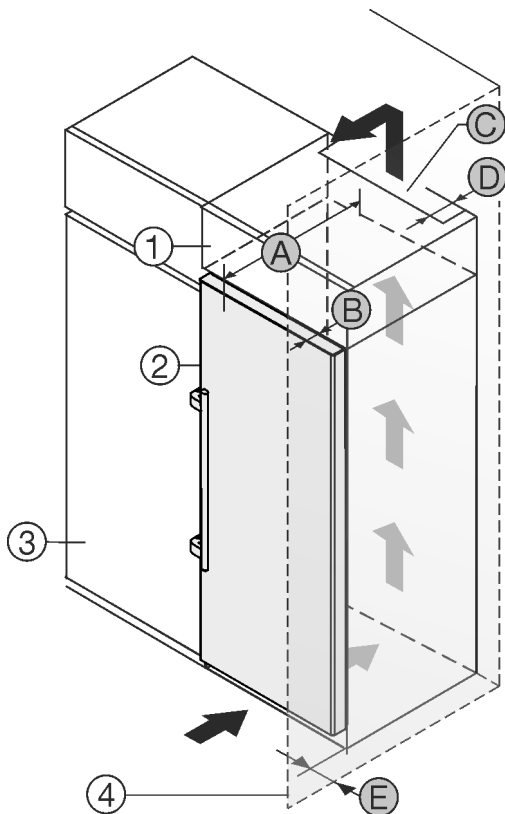

Fig. 2
- (1) Överskåp*
- (2) Skåp*
- (3) KÖKSSKÅP*
- (4) VÄGG*
- (A) Skåpets djup*
- (B) Dörrens djup*
- (C) Ventilationsarea*
- (D) Avstånd, skåpets baksida*
- (E) Avstånd till skåpets sida*
Du kan ställa apparaten direkt bredvid köksskåpet Fig. 2 (3).
Bakom överskåpet måste det finnas en luftspalt med djupet Fig. 2 (D) längs hela överskåpets bredd.*
Under taket måste angiven ventilationsprofil Fig. 2 (C) följas.*
Om du placerar apparaten med gångjärnen bredvid en vägg Fig. 2 (4) måste avståndet mellan apparaten och väggen vara minst 57 mm. Detta motsvarar hur mycket handtaget sticker ut med öppna dörren.*
För att dörren ska kunna öppnas helt måste apparaten sticka ut från köksskåpets front med samma mått som dörrens djup Fig. 2 (B). Beroende på köksskåpens Fig. 2 (3) djup och om väggavståndshållare används kan skåpet skjuta ut ännu mer.*